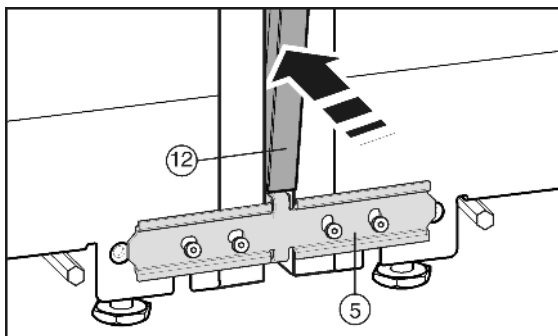

Fig. 9
Vor dem Einsetzen der Abdeckleiste Fig. 9 (12) die beiden Stege auf der gesamten Länge zusammendrücken. Die Leiste lässt sich leichter in den Spalt einführen. Zum Eindrücken der Leiste ein weiches Tuch verwenden, um Dellen in der Oberfläche der Abdeckleiste vorzubeugen. Die Leiste sorgfältig und gerade in den Spalt eindrücken, um einen optimalen Verbund zu erreichen.
- Auf der Vorderseite die lange Abdeckleiste Fig. 9 (12) in den vertikalen Spalt drücken. Darauf achten, dass die Leiste auf dem Verbindungsblech Fig. 9 (5) aufsteht.